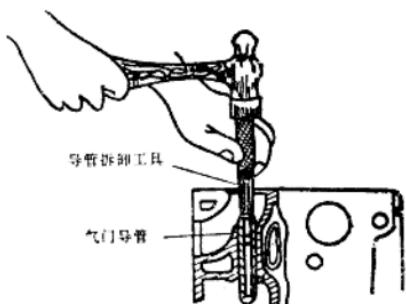

图 1-3 气门导管的拆装
2. 用专用工具或模具敲出，如用专用轴头拆卸气门导管，如图 1-3 所示。